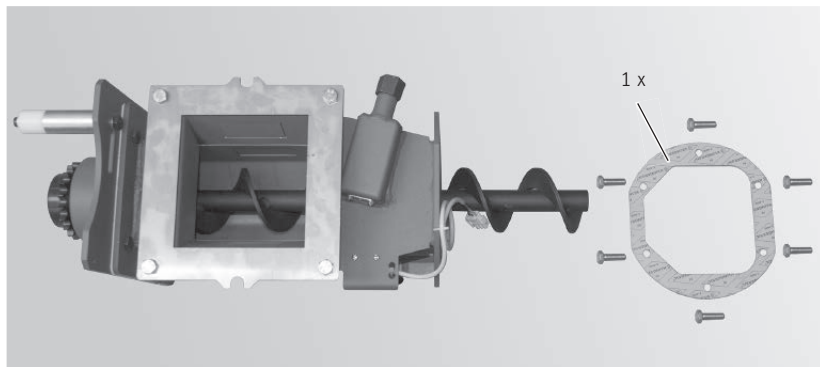

Fig. 108 Coclea di dosaggio con guarnizione
- ▶ Agganciare la copertura sopra i convertitori di frequenza in basso e fissarla in alto con 1 vite autofilettante – Fig. 108.